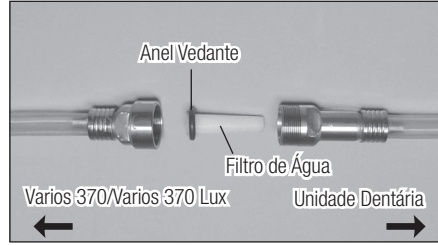

Fig.22
- 3) Depois de separar o estojo do filtro de água, já pode retirar o filtro, conforme mostrado na Fig. 22.